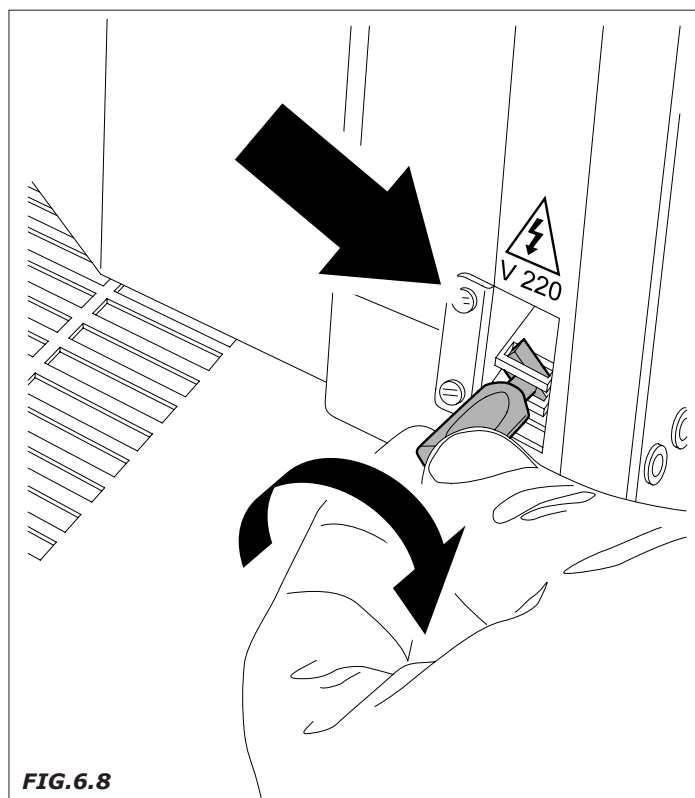

FIG.6.8
- inserire la speciale chiavetta in plastica, data in dotazione nel corredo del distributore automatico, nell'interruttore porta e ruotarla di 90° (Fig.6.8).